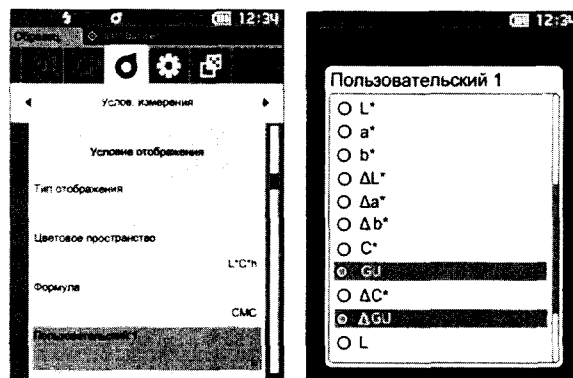

Рисунок 24
8.2.4.6 Нажмите клавишу «ESC». Выберите пункт «Пользовательский xx» (от 1 до 14), нажав на клавишу «Подтверждение». Наведите курсор на «GU» и «ΔG» (коэффициент блеска) (рисунок 24) и подтвердите клавишей «Подтверждение».